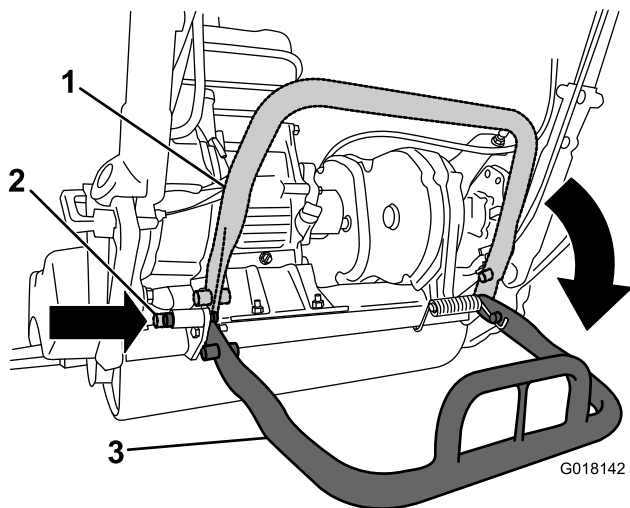

图3
2. 放下支撑架并推入锁定销，将支撑架锁定在维修位置（图3）。机器可以停放在锁定销上。